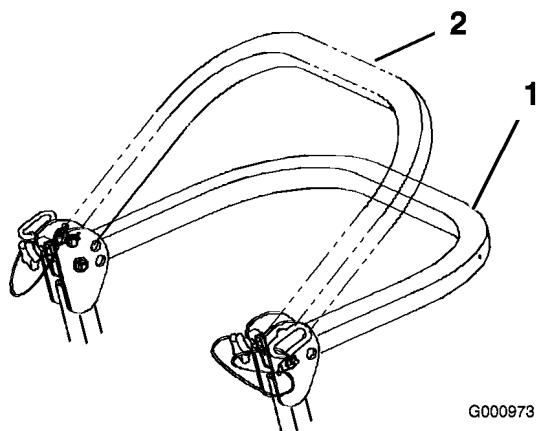

Figure 6
3. Abaissez l'arceau de sécurité à la position abaissée. La position abaissée est à deux niveaux (voir Figure 6).